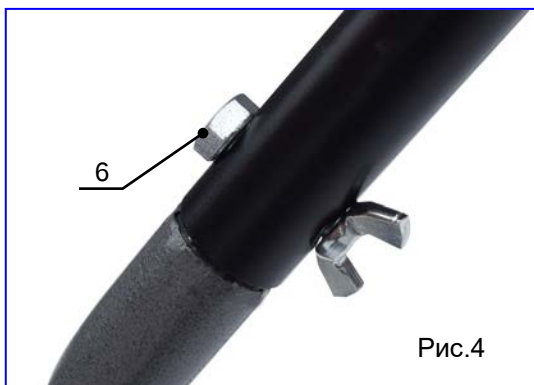

Рис.4
- Установите верхнюю часть рукоятки управления и зафиксируйте ее положение при помощи крепежа (поз.6, рис.4)